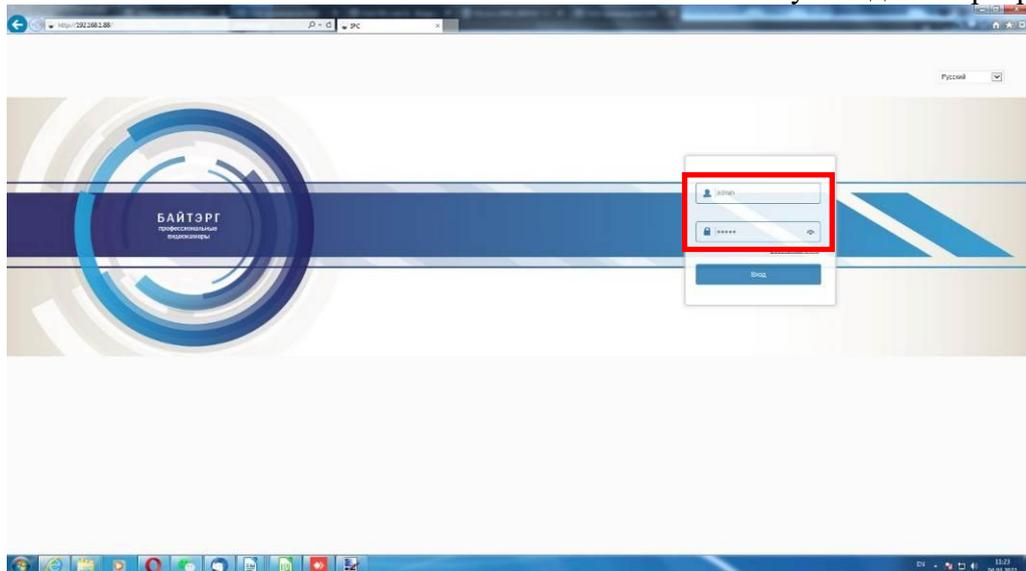

Рисунок 20
3.12. Ввести имя пользователя, пароль (admin) (рисунок 20).